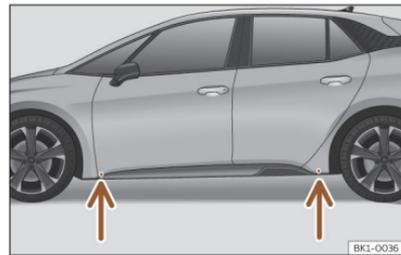

Fig. 201 Puntos de apoyo del gato.
- Busque en el larguero la marca del punto de apoyo del gato (zona hundida) más cercano a la rueda a cambiar >>> **fig. 201**.